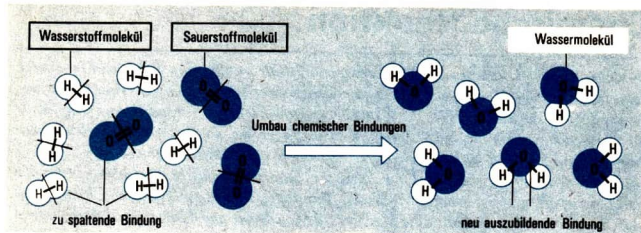

Abb. 1 Chemische Reaktion von Wasserstoff mit Sauerstoff, im Bereich der Teilchen betrachtet
Chemische Bindungen in den Teilchen der Ausgangsstoffe werden gespalten und andere in den Teilchen des Reaktionsproduktes neu ausgebildet (Abb. 1). ¹⁰
- ⑨ Beschreiben Sie die chemische Reaktion als Stoffumwandlung, die mit energetischen Erscheinungen verbunden ist, am Beispiel a) der chemischen Reaktion von Eisen(III)-oxid mit Aluminium, b) der thermischen Zersetzung von Kalziumkarbonat!
- ⑩ Beschreiben Sie die Veränderung der Teilchen und den Umbau chemischer Bindungen bei der chemischen Reaktion a) von Wasserstoff mit Sauerstoff anhand der Abbildung 1, b) von Wasserstoff mit Chlor!
- ⑪* Erörtern Sie Merkmale der chemischen Reaktion am Beispiel
Verdünnte Chlorwasserstoffsäure wirkt jeweils auf Magnesiumspäne und Eisenspäne ein. Die Zeiten für den Verbrauch an festem Ausgangsstoff oder für die Bildung an gasförmigem Reaktionsprodukt sind zu vergleichen (✓ Ch-SE 9/10, Abb. 1).